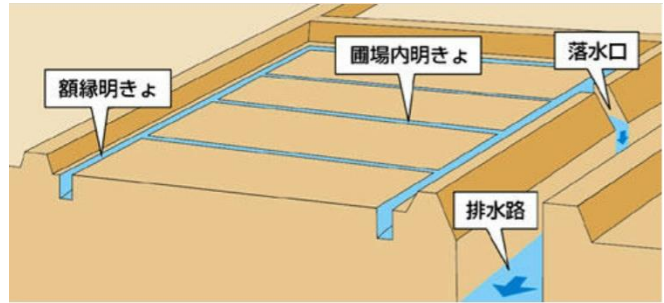

図3 ほ場内の明渠施工例 提供(株)クボタ
- ・ 額縁明渠は、畦畔に沿って掘った排水溝。地表排水の基本、必須の技術である (図3)。